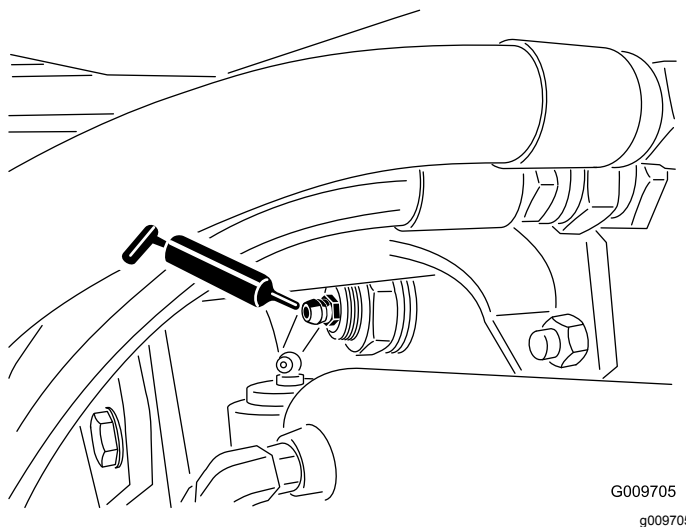

Рисунок 27
- Втулки шарниров задней оси (2 шт.) (Рисунок 27)